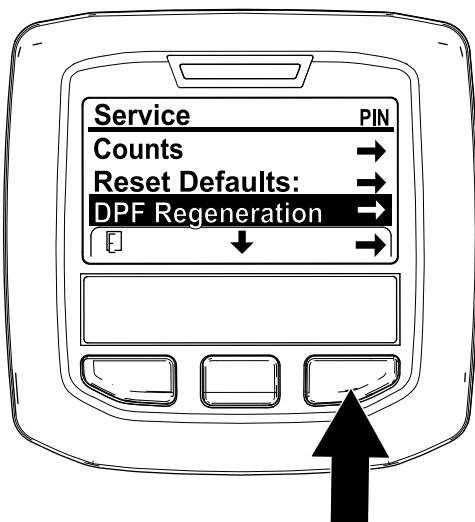

Bild 69
1. Navigieren Sie auf das Menü „Service“ und drücken Sie die mittlere Taste, um auf die Option DPF REGENERATION zu navigieren (Bild 69).
2. Drücken Sie die rechte Taste, um den Eintrag „DPF Regeneration“ auszuwählen (Bild 69).